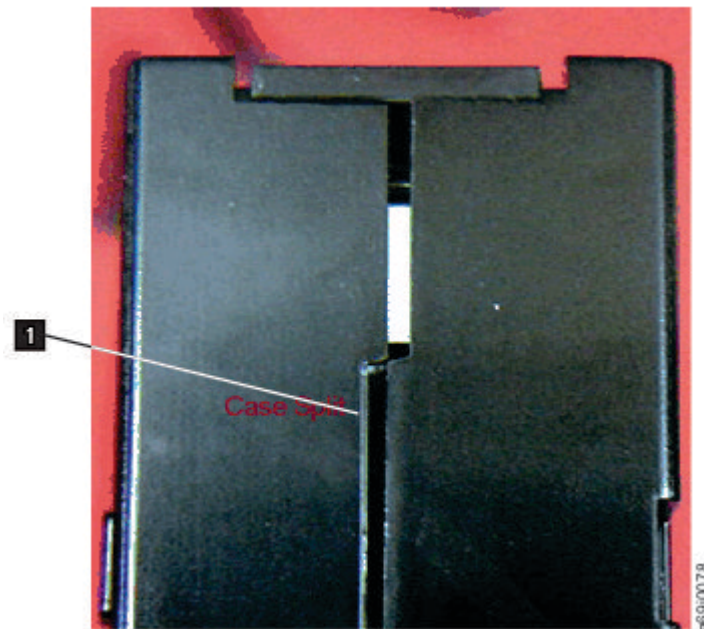

図 90. カートリッジの継ぎ目のすき間の検査
- カートリッジの背面 (テープ・ロード格納機構に最初にロードする部分) を検査して、カートリッジ・ケースの継ぎ目にすき間がないことを確認します。)を参照。継ぎ目にすき間が確認できる場合 (186 ページの図 90 を参照) は、先行ピンが外れている可能性があります。